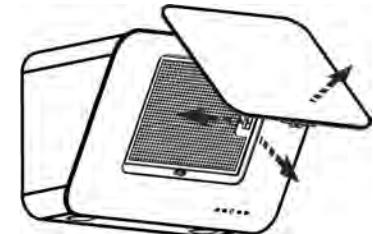

рис. 4
- 6.1.1 Перед установкой вытяжки снимите алюминиевый фильтр (рис. 4).
- потяните за нижний край откидной панели, как показано на рис.4 и откройте ее ;
- снимите алюминиевый фильтр, для этого нажмите на пружинный замок фильтра и потяните его на себя (рис. 4).